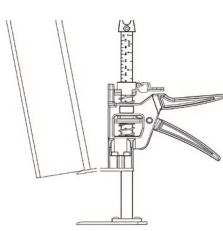

Figura 1
- a. È severamente vietato utilizzare il sollevatore quando è a mezzo contatto con oggetti pesanti (Figura 1).